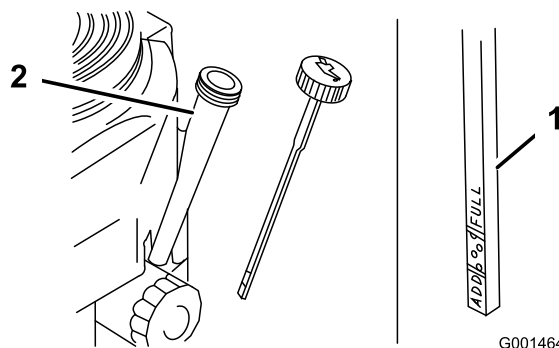

Figura 17
3. Pulite attorno all'asta di livello (Figura 17).
4. Estraete l'asta di livello e pulitene l'estremità (Figura 17).
5. Inserite totalmente l'asta nel tubo dell'asta senza infilarla nel collo del bocchettone (Figura 17).
6. Estraete l'asta e controllate l'estremità. Il livello dell'olio deve essere tra la tacca Add e quella di pieno (Full) (Figura 17).